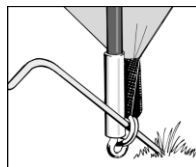

Figura 2
7. Fissare ciascuno dei 4 angoli sulla camera interna della tenda attraverso il sistema anello-perno (vedere figura 2).